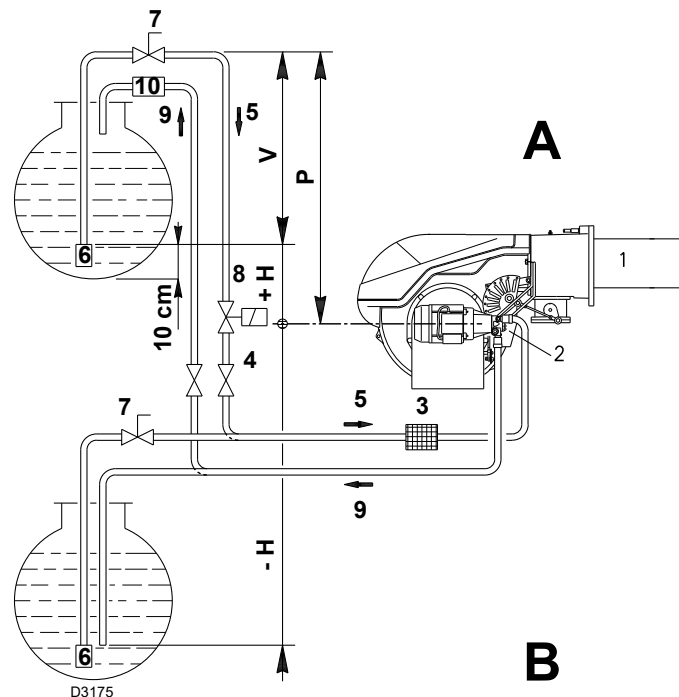

Fig. 18
**Cuve située plus haut que le brûleur A** (Fig. 18)
**Cuve située plus bas que le brûleur B** (Fig. 18)
#### Légende (Fig. 18)